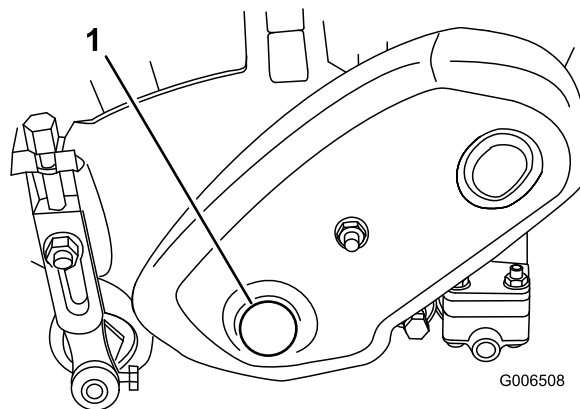

図 61
1. リール・アセンブリの左側にあるプラグ（図 61）を外す。